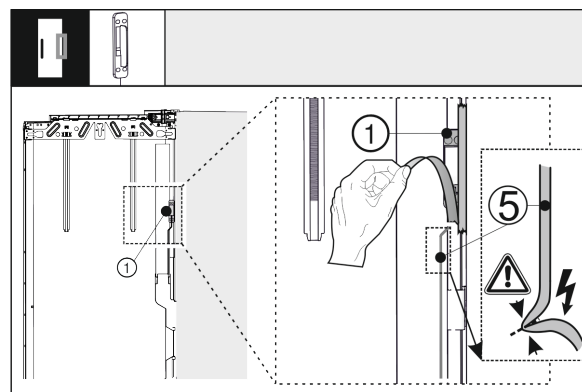

Fig. 40
- Staccare il sensore di battuto in testa Fig. 40 (1) dalla porta esterna. Non danneggiare il cavo di collegamento Fig. 40 (5).